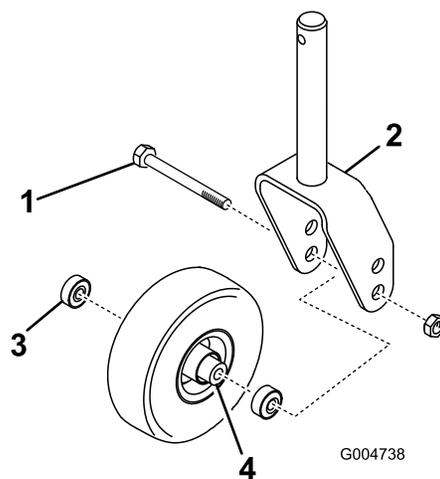
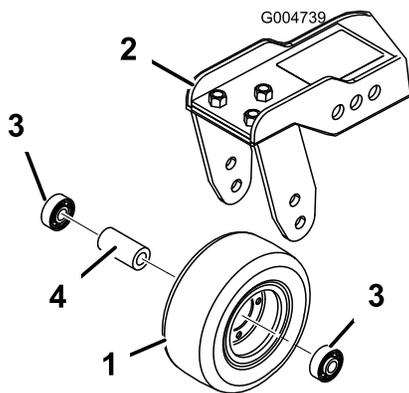

Figura 84
Figura 85
1. Retire a porca de bloqueio do parafuso que fixa a estrutura da roda giratória entre a forquilha da roda giratória (Figura 84) ou o braço articulado da roda giratória (Figura 85). Fixe a roda giratória e retire o parafuso da forquilha ou do braço articulado.
- Retire o rolamento do cubo da roda e deixe cair a cunha do rolamento para fora (Figura 84 e Figura 85). Retire o rolamento do lado oposto ao do cubo da roda.